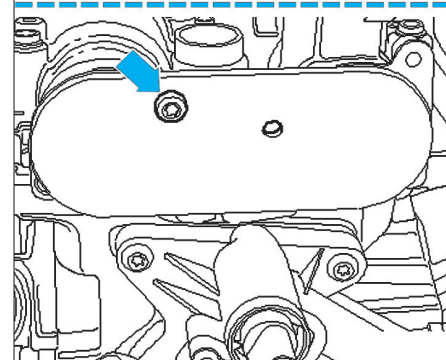

Fig. 10
- [4]. Arrêtoir (réf. T10171A) (Fig.10).
- Mettre en place l'outil [4] jusqu'en butée dans les ouvertures des arbres à cames (Fig.10).